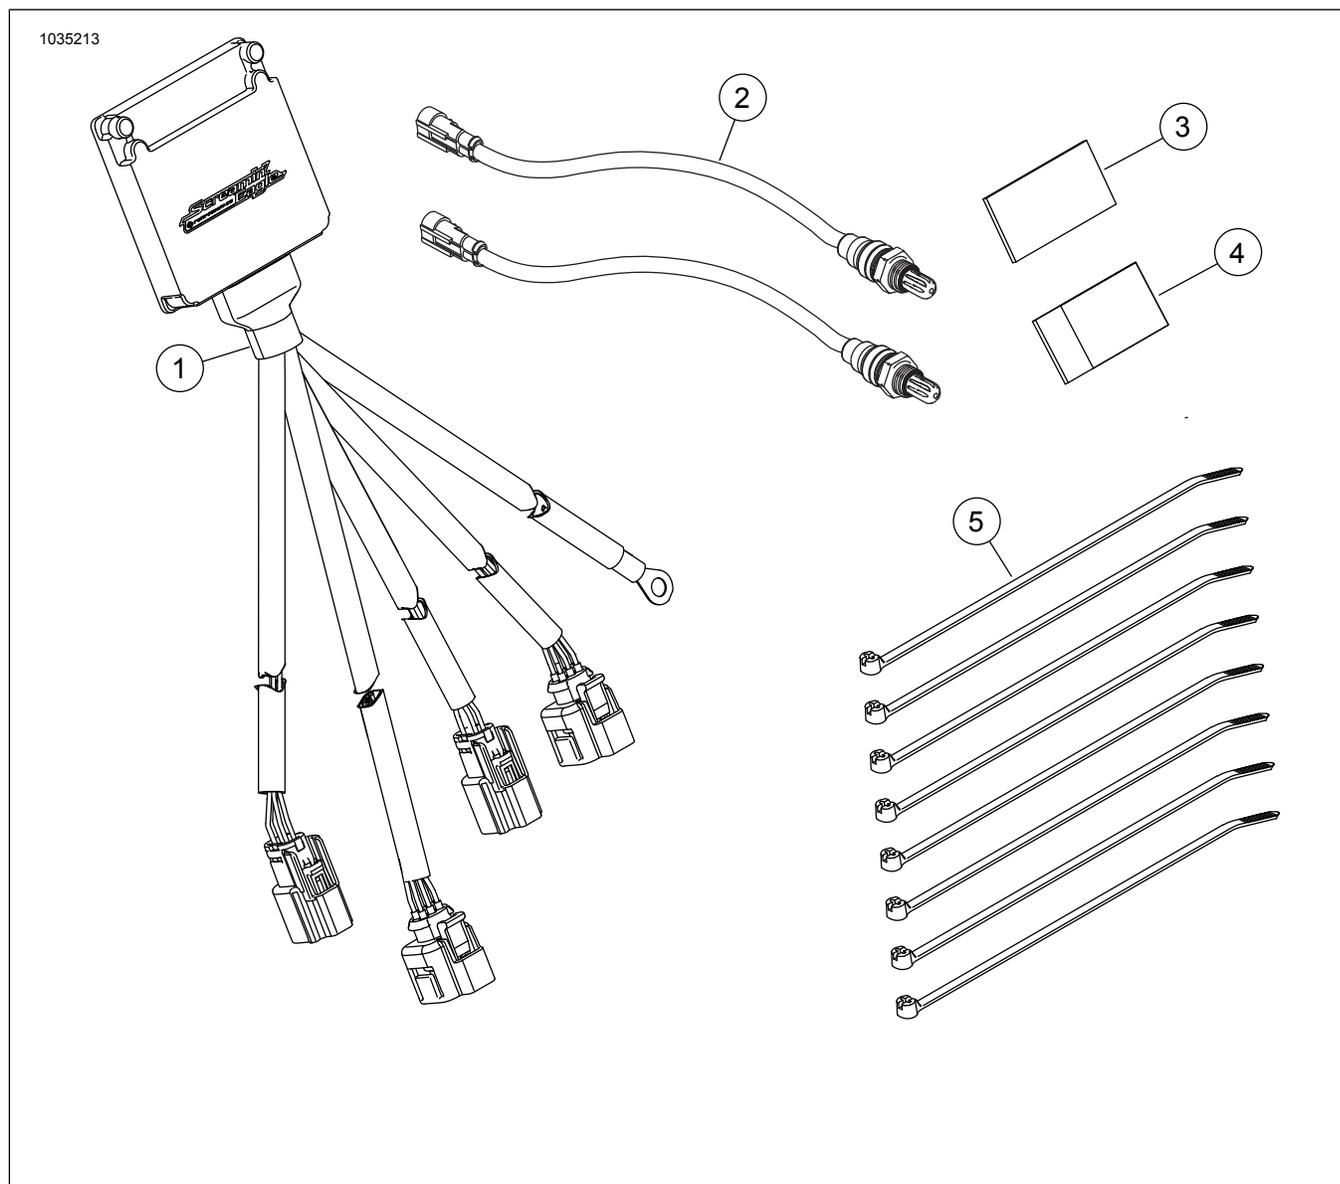

Figure 52. Contenu du kit : Kit module de syntonisation automatique (ATM) Smart Tune Pro
Voir Figure 48, Figure 52 et Tableau 5. Installer les capteurs d'oxygène à large bande (2). En utilisant la douille fendue de capteur d'oxygène (no de pièce HD-48262-A), serrer à un couple de :